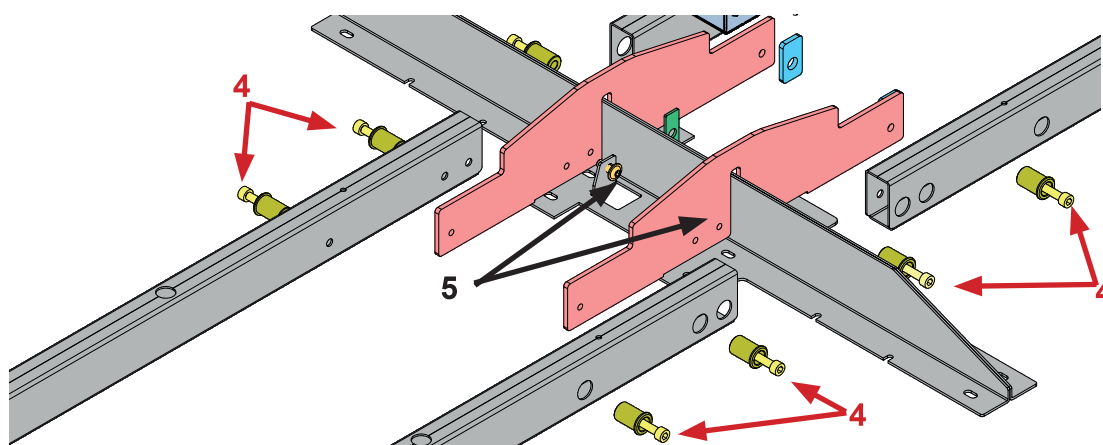

Abbildung 11: Übersicht Mittelstoß (Aufbau mit Traversenrohren)
- Schieben Sie die gesamte Baugruppe zwischen die Traversenrohre. Achten Sie darauf, dass die Seiten der Verbindungsplatten mit drei Bohrungen nach innen zeigen und die Bohrungen exakt übereinander ausgerichtet sind. Sehen Sie Abbildung 11.
- Stecken Sie anschließend die 4 Hülse in das zweite und dritte Loch der Traversenrohre. Sehen Sie Abbildung 11.
- Stecken Sie anschließend die 4 Hülsen in das erste und dritte Loch der Traversenrohre. Sehen Sie Abbildung 11.